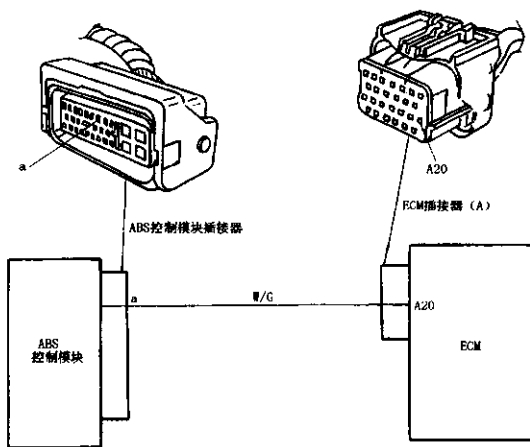

图 3-62 ABS 信号器电路图
② 电子控制器多为数字式, 它由输入级、计算机、输出级和电源及保护装置组成。使汽车具有最佳的制动效能。
③ 制动压力调节器是汽车制动系中电子控制的执行器。根据来自电子控制器的电信号, 控制电磁阀动作, 适时地调节制动管路中的压力。
① 将点火开关置于 OFF 位置, 断开 ABS 控制模块插接件。
② 打开点火开关, 转至 ON 位置, 发动机不运转。测量 ABS 控制模块插接器插孔 “a” 与地之间的电压应在 10~14 V。
③ ABS 信号器电路, 如图 3-62 所示。